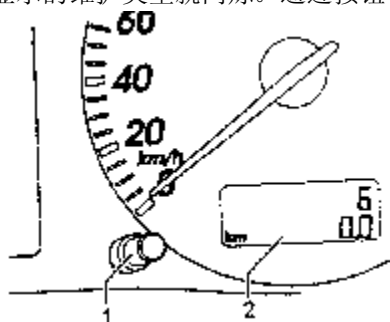

图 11-31 车速里程表
(2) 维护周期事项的显示。在两次维护之间，只在图 11-31 中车速里程表上显示走过的总路程和单次里程。如果达到一个维护的周期日的话，那么在点火开关接通之后，车速里程中显示的维护类型就闪烁。通过按钮 1 的操作，显示可以退回到日路程上。